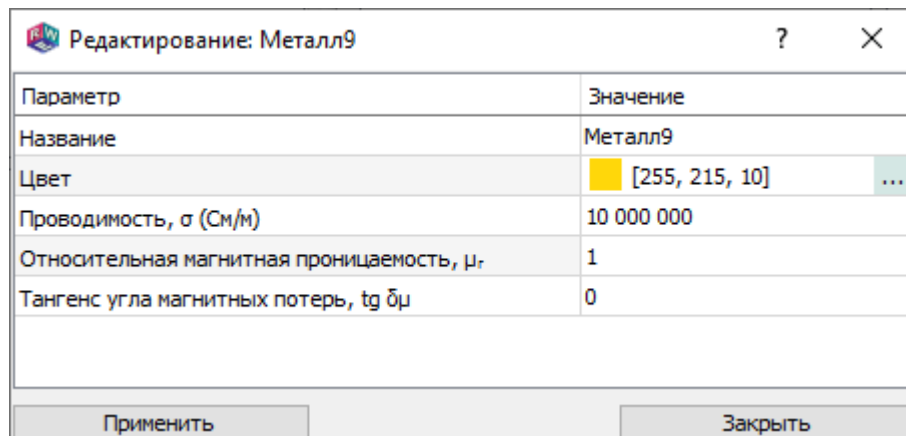

Рис. 158
16.7.3.1. Окно редактирования параметров металла показано на рис. 158.